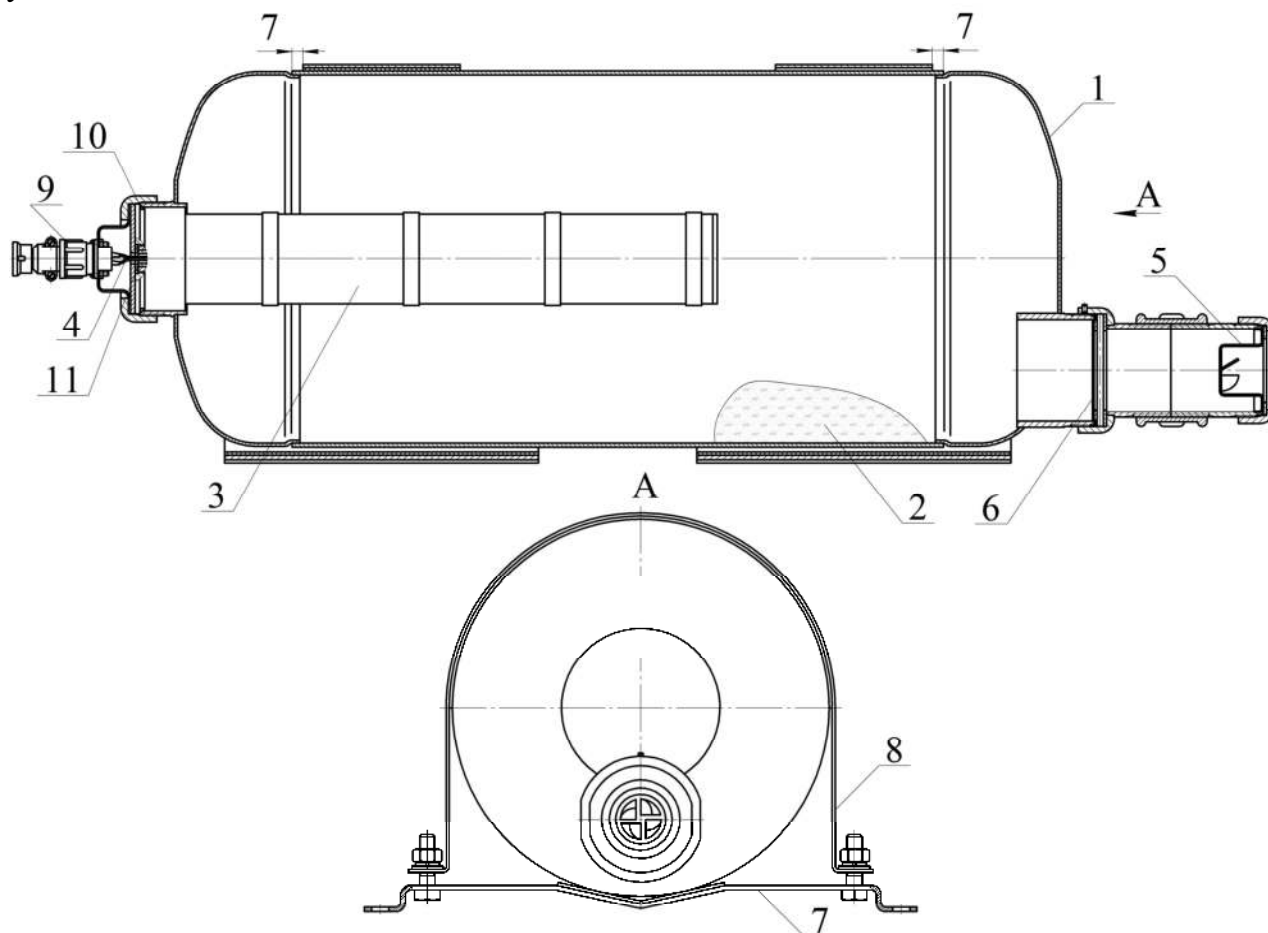

Рисунок 1
4.1.1 На рисунке 1 показан МПП(Н-А-Т1)-24-КД1-ГЭ-У2. МПП (см. рисунок 1) состоит из корпуса 1, в котором размещаются огнетушащий порошок (ОП) 2 и источник холодного газа (ИХГ) 3 с элементом электропусковым 4. В передней части корпуса находится насадок-распылитель 5, входное отверстие которого перекрыто мембраной 6. МПП снабжён двумя кронштейнами 7, к которым при помощи хомутов 8 поджат МПП. Элемент электропусковой 4 ИХГ 3 соединен с электрическим разъемом 9, через который осуществляется электрическая связь с пусковой цепью.
4.2.1 После подачи электрического импульса на выводы элемента электропускового 4 (см. рисунок 1) ИХГ 3 генерирует газ, который вдушивает ОП 2 и создает давление внутри корпуса МПП для вскрытия мембраны 6 и выброса через насадок-распылитель 5 струи ОП в зону горения.
6.2 Закрепить два кронштейна 7 (см. рисунок 1) на потолке, стене или иной несущей плоскости, расположенной под любым углом относительно поверхности пола. Координаты отверстий в кронштейнах, предназначенных для крепления МПП, приведены на рисунке 4.
6.8 Проверить электрическое сопротивление элемента электропускового безопасным током согласно требований п. 10 таблицы 1. Подсоединить через разъем 9 (см. рисунок 1) кабель цепи запуска с элементом электропусковым.
- ИХГ-24(М)-06 СИАВ 066614.025.000 ТУ (поз. 3 рисунок 1) – 1 шт.;
- резиновое кольцо 058-062-25 ГОСТ 9833-73 (поз. 10 рисунок 1) – 1 шт.;
- резиновая прокладка черт. СИАВ 634233.006.023 (поз. 11 рисунок 1) – 1 шт.;
- огнетушащий порошок ИСТО-1 ТУ 2149-001-54572789-00 (поз. 2 рисунок 1) – 22 кг;
- мембрана черт. СИАВ 634233.007.005 (поз. 6 рисунок 1) – 1 шт.